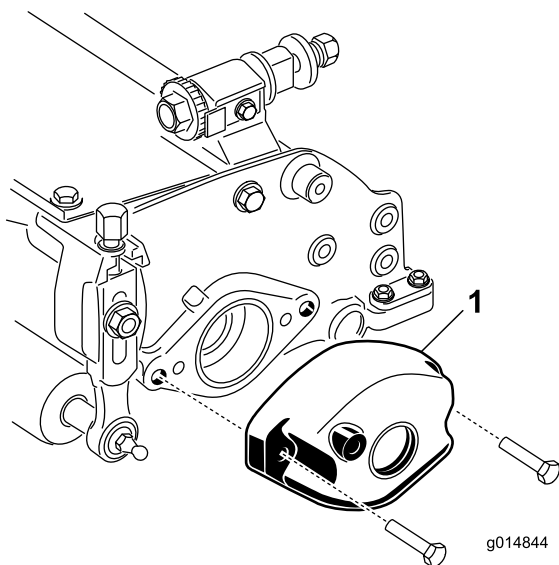

Bild 7
1. Nehmen Sie die beiden Kopfschrauben ab, mit denen das Gegengewicht links hinten am Mähwerk befestigt ist. Nehmen Sie das Gegengewicht ab (Bild 7).